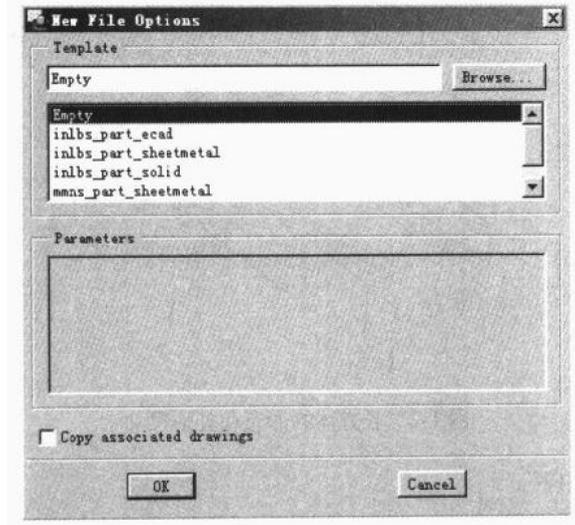

图 1-5 模型模板选择对话框
3. 取消对图 1-4 中 Use default template 项的勾选，再单击 按钮加以确认，出现如图 1-5 所示的模型模板选择对话框。